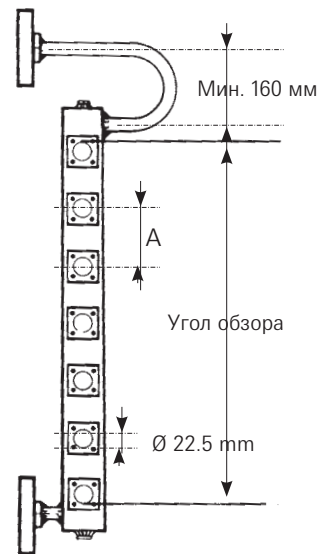

Рисунок 8
- Угол обзора (дальность читаемости показаний уровнемера, см Рис. 8 /Таблица 2) делится на несколько отдельных портов, в результате чего отпадает необходимость использования длинных непрерывных смотровых полос, которые часто трескаются.
Под термином «угол обзора» понимается расстояние от верха верхнего и низа нижнего смотрового стекла (см. Таблицу 2 / Рисунок 8).